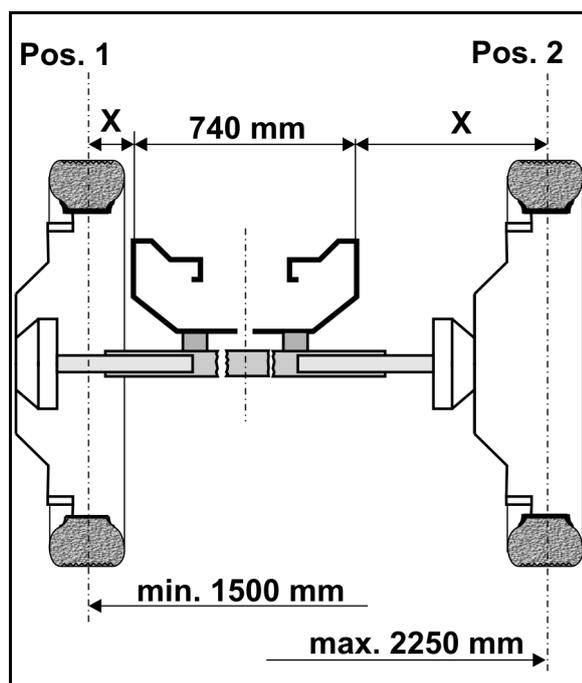

Fig. 134
Los anchos de vía ajustables dependen del montaje de las ruedas (Fig. 134):
5. Introducir o extraer la mitad del eje hasta la posición deseada. Determinar para ello la medida x desde el borde externo del bastidor de base (Fig. 134/1) hasta el centro de la rueda del pulverizador e introducir o extraer la mitad del eje según corresponda.